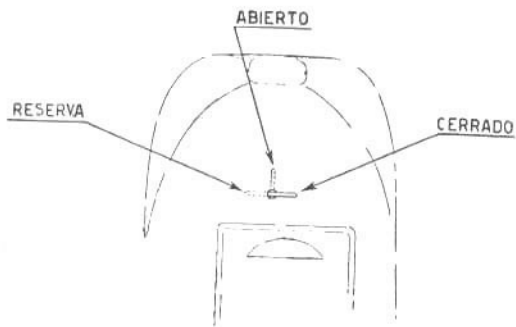

Fig. 4
**Arranque:** Para poner en marcha el motor hay que abrir la llave del combustible (las tres posiciones: «abierto», «cerrado», «reserva», están indicadas en la fig. 4), poner el cambio en posición de punto muerto, el acelerador al mínimo y accionar el pedal de puesta en marcha.